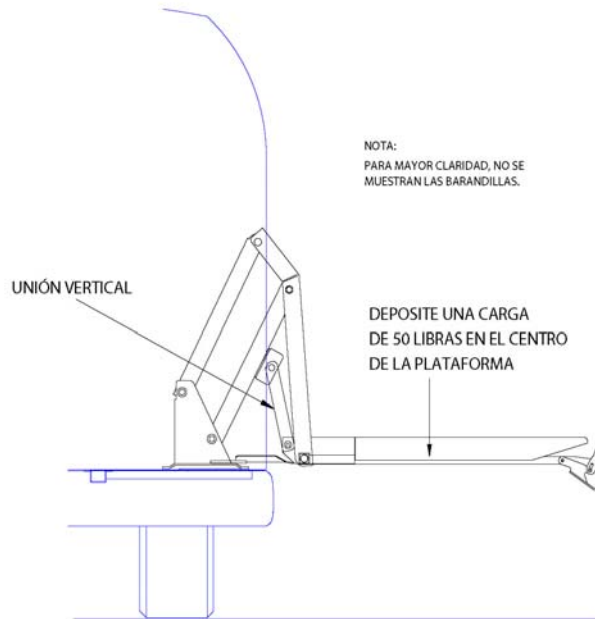

FIGURA 2-21: PRUEBA DEL PRESOSTATO A NIVEL DEL PISO
- a. Consulte la **Figura 2-21**. Despliegue y baje la plataforma hasta el suelo. Coloque una carga de 50 libras en el centro de la plataforma y luego levántela hasta el nivel del piso. Presione y mantenga pulsado el interruptor en STOW (guardar).
- Consulte la **Figura 2-21**. Para verificar el funcionamiento correcto del interruptor del sensor, despliegue y baje la plataforma hasta el suelo. Coloque una carga de 50 libras en el centro de la plataforma y luego levántela hasta el nivel del piso. Presione y mantenga pulsado el interruptor en STOW (guardar).